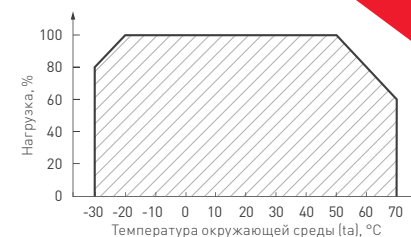

Рис. 2. Максимальная допустимая нагрузка, % от мощности источника
- температура окружающего воздуха от -30 до +70 °C, см. график зависимости максимально допустимой нагрузки на источник питания от температуры окружающей среды на рис. 2;
- 4.4. Не нагружайте источник питания более чем на 80% от его максимальной мощности. Учитывайте, что с повышением температуры окружающей среды максимальная мощность источника питания снижается, см. график зависимости максимальной допустимой нагрузки на источник питания от температуры окружающей среды на рис. 2.